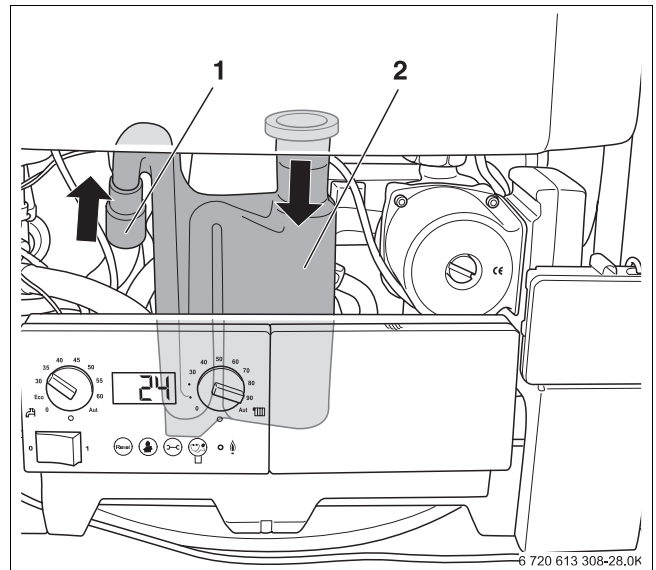

Bild 78 Siphon reinigen
- Siphon entfernen (→ Bild 78, Seite 75).